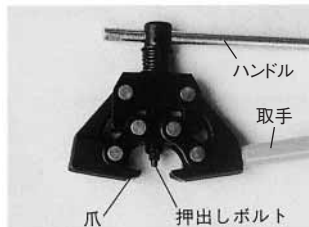

図8. 部品の名称
- ①ハンドルと取手を同一側に揃えて両者が接触するように握り、爪を左右に開けてください。（図8を参照ください。）